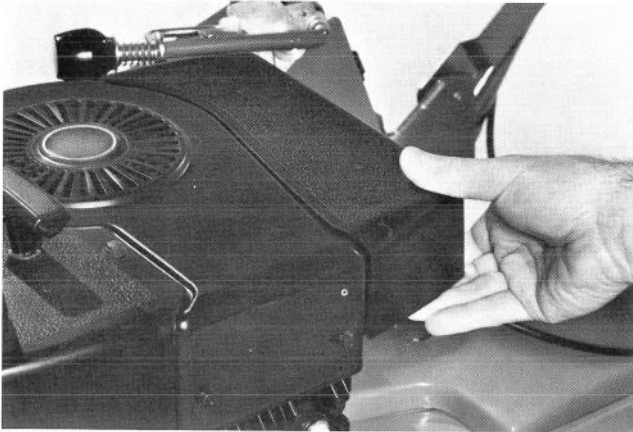

Abb. 25
1. Haube entfernen, reinigen (Abb. 25).